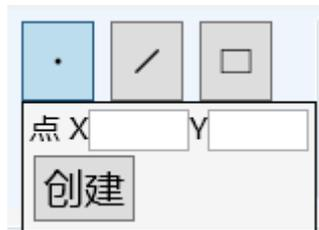

图 4.3.1c 坐标创建点
②鼠标右键点击按键打开点坐标输入窗口，输入 X、Y 坐标值，点击创建按钮即可在相对应的位置绘制一个点，如图 4.3.1c 所示。